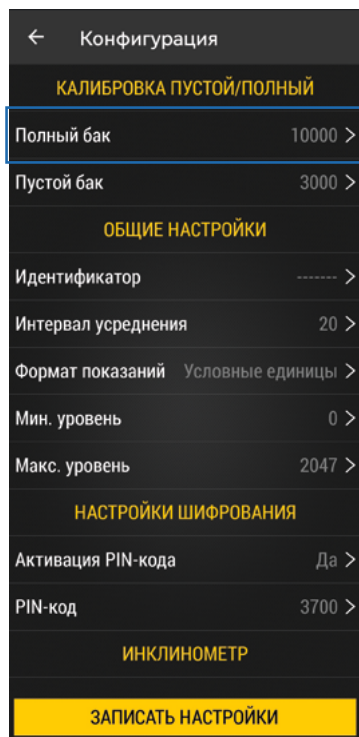

Рис.19. Меню «Конфигурация»
- Убедитесь, что датчик подключен к мобильному приложению и в меню «Конфигурация» выберите «Полный бак» (**Рис.19**).